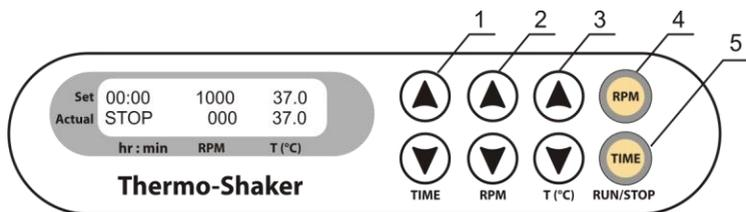

Fig.1 Panneau de configuration
- 4.3. **Réglage de la durée (TIME).** Utilisez les touches ▲ et ▼ (Fig. 1/1) pour programmer l'intervalle de durée de travail souhaitée en heures et en minutes (intervalle d'incrémentations de 1 min). Pour augmenter l'intervalle d'incrémentations, appuyez sur la touche pendant plus de 3 secondes.
- 4.4. **Réglage de la vitesse (RPM).** À l'aide des touches ▲ et ▼ (Fig. 1/2), programmez la vitesse d'agitation requise (intervalle d'incrémentations 10 TPM.). Pour augmenter l'intervalle d'incrémentations, appuyez sur la touche pendant plus de 3 secondes.
- 4.5. **Réglage de la température (T, °C).** Utilisez les touches ▲ et ▼ (Fig. 1/3) pour régler la température nécessaire (intervalle d'incrémentations de 0,1°C). Pour augmenter l'intervalle d'incrémentations, appuyez sur la touche pendant plus de 3 secondes.
- 4.7. Appuyez sur la touche **RPM-RUN/STOP** (Fig. 1/4). La plate-forme se mettra à tourner et l'indicateur du minuteur commencera à décompter l'intervalle de temps (précis à 1 minute près).
Une fois que la durée programmée s'est écoulée, le mouvement de la plate-forme s'arrête automatiquement. En revanche, le chauffage s'arrête uniquement en réduisant la température. Pour cela, utilisez la touche **T(°C)** ▼ (Fig. 1/3 touche du bas) jusqu'à ce que l'indication OFF apparaisse dans la partie supérieure de l'écran.
- 4.10. Le minuteur peut être réinitialisé en cours d'utilisation, si nécessaire. Appuyez une fois sur la touche **TIME-RUN/STOP** (Fig. 1/5) pour arrêter le minuteur. Appuyez de nouveau sur la touche **TIME-RUN/STOP** pour redémarrer le minuteur.